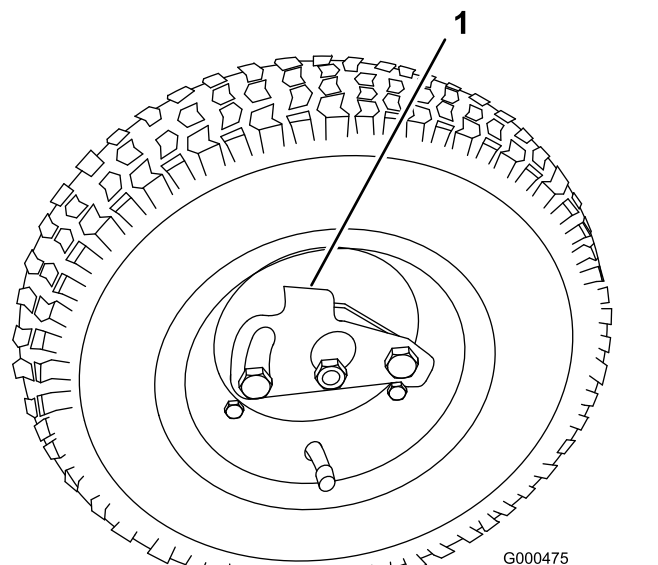

Figura 19
2. Premete la clip di bloccaggio della ruota verso il centro e fate scorrere la ruota sull'albero esagonale (Figura 19).